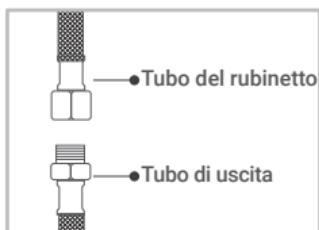

Figura 5
• Se il tubo del rubinetto è 3/8", può essere collegato direttamente al tubo di uscita. (Figura 5)